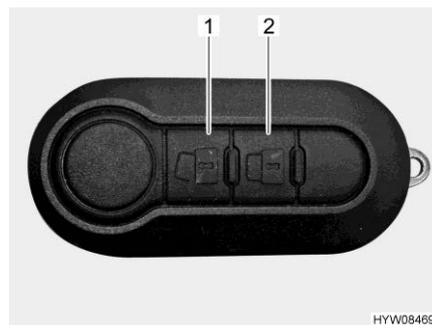

Fig. 52 Mando a distancia del cierre centralizado (2 teclas)
- Pulsar la tecla  (Fig. 52,1) una vez brevemente. Las cerraduras de las puertas estarán desbloqueadas.
- Pulsar la tecla  (Fig. 52,2) una vez brevemente. Las cerraduras de las puertas estarán bloqueadas.